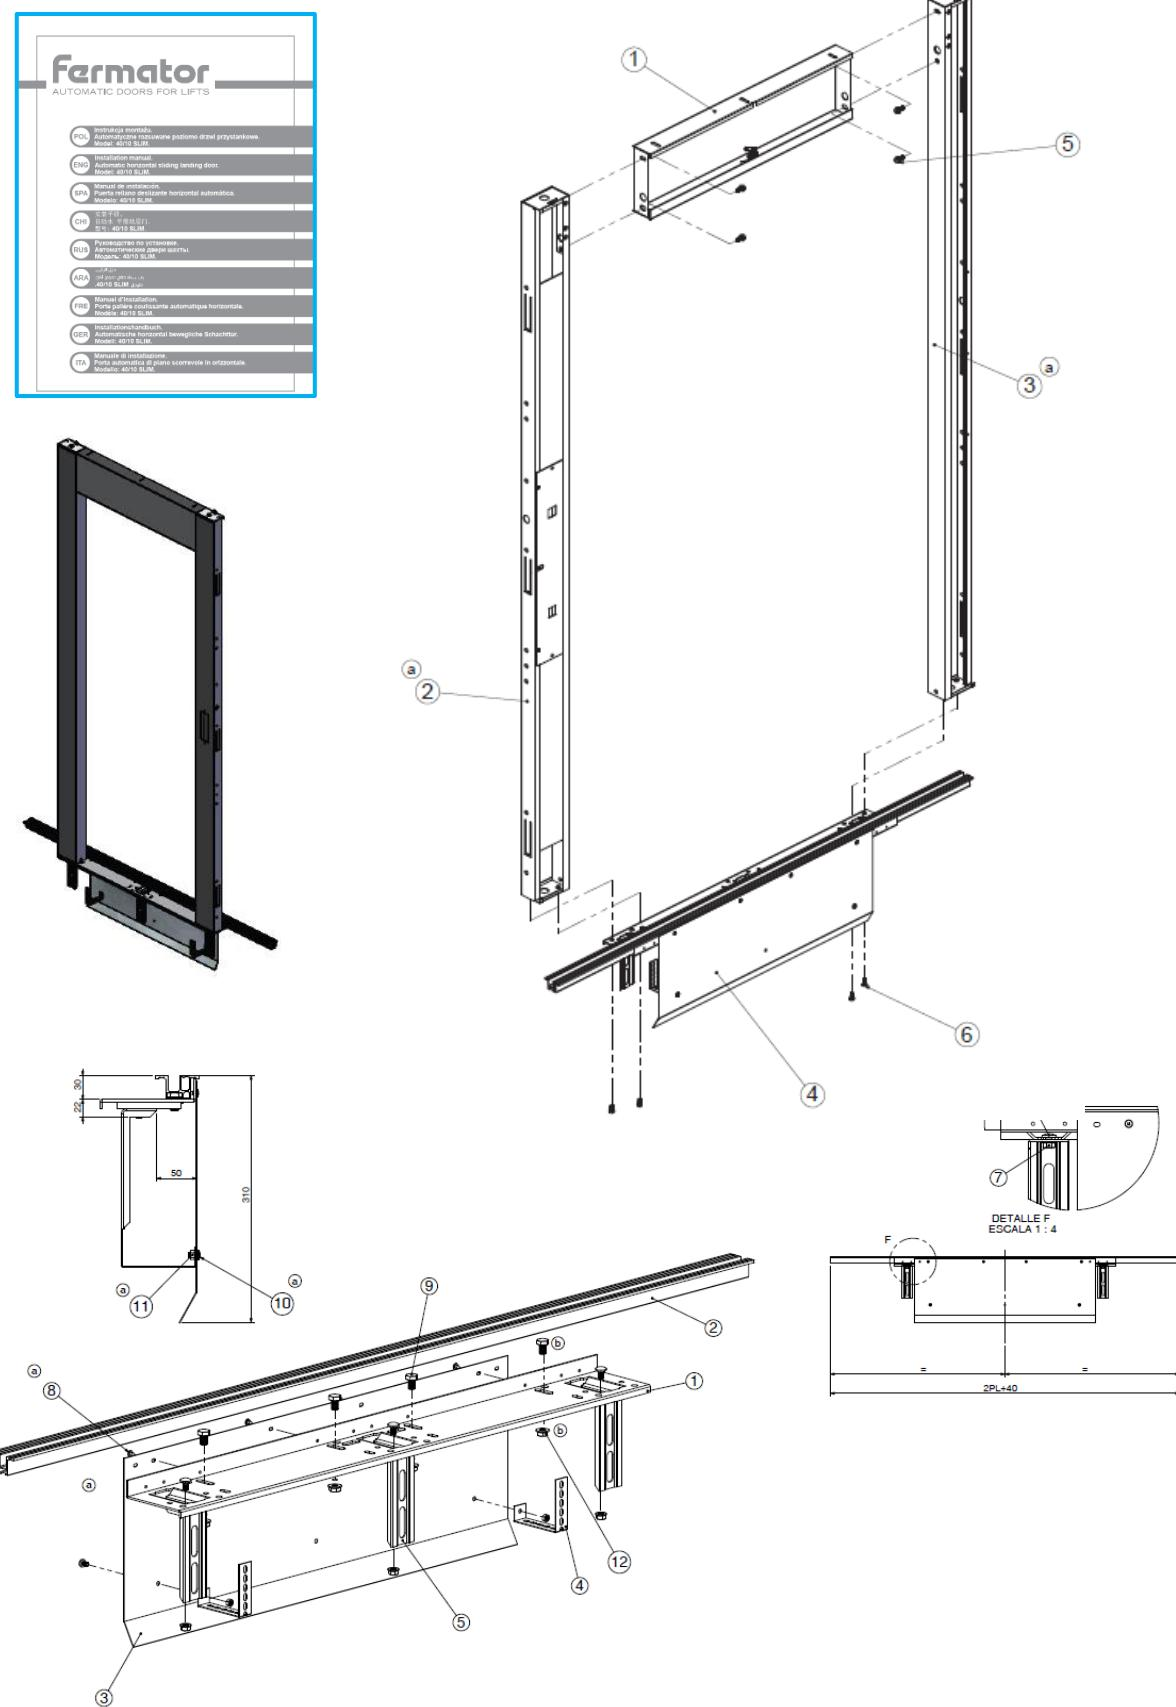

Рисунок 39 «Установка двери шахты Fermator»
- Для крепления боковых стоек требуется **4 присоединительных планки** (по 2 на каждую стойку – поз.②). Крепление осуществляется анкерными болтами M10x95 (*Hilti тип HST* или *Cavort тип WAM*) с шайбами S10,5;
- Для дополнительного крепления верхней балки с механизмом привода (только для двери с шириной проёма 1200 мм) требуется **1 кронштейн типа V3** (на сторону открытия двери – поз.③). Крепление – анкерными болтами M10x95 (*Hilti тип HST* или *Cavort тип WAM*) с шайбами S10,5 (см.рис.39).